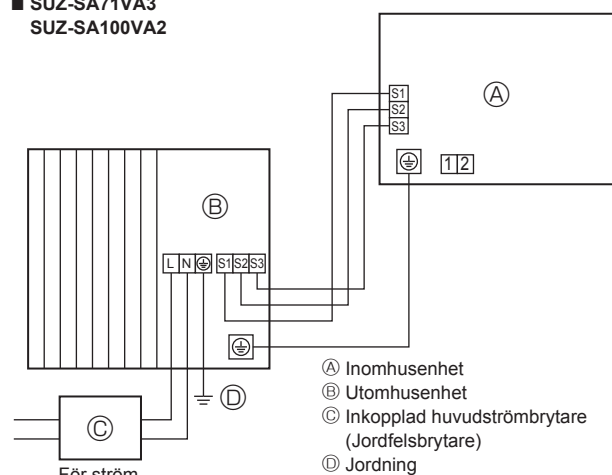
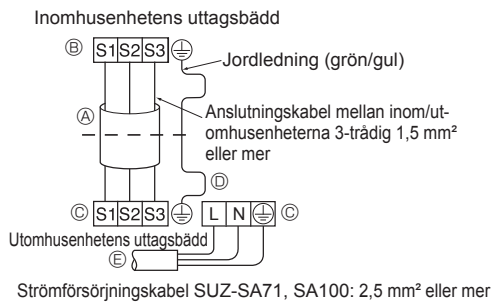
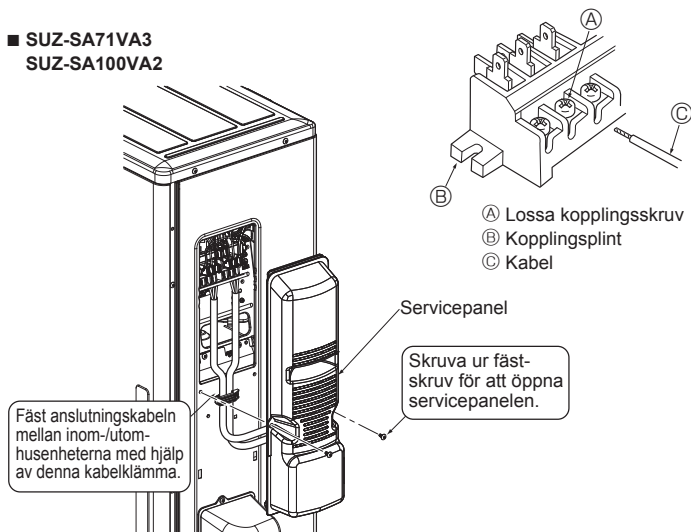

Fig. 5-1
Fig. 5-2
Fig. 5-3
### 5.1. Utomhusenhet (Fig. 5-1, Fig. 5-2, Fig. 5-3, Fig. 5-4)
- Anslut kablarna med hänvisning till Fig. 5-1, Fig. 5-2, Fig. 5-3 och Fig. 5-4.
- Utför ledningsdragningen enligt diagrammet till vänster. (Köp in kabeln lokalt) (Fig. 5-2)
- (A) Anslutningskabel
- (B) Kopplingsplint för inomhusenhet
- (C) Kopplingsplint för utomhusenhet
- (D) Installera alltid en jordledning som är längre än övriga kablar
- (E) Strömförsörjningskabel
- Var försiktig så att du inte ansluter kablarna fel. (Fig. 5-3)